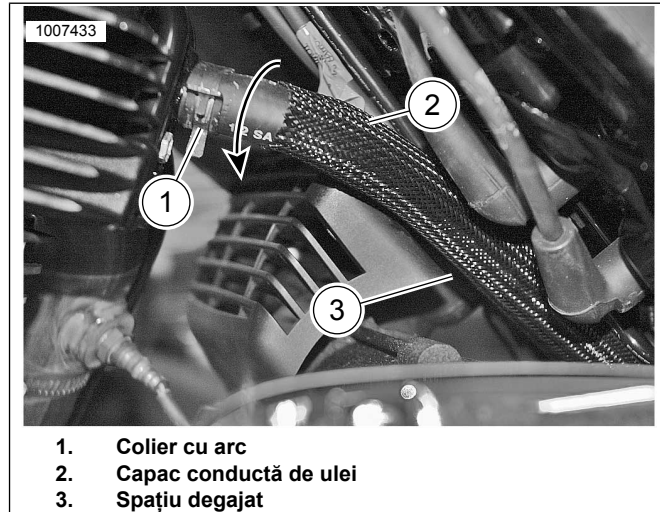

Figura 3. Capac conductă de ulei spate
- a. Consultați Figura 3. Repoziționați firul (firele) de priză, dacă este necesar.
- b. Eliberați clema cu arc superioară de la furtunul conductei de ulei (1) și scoateți furtunul conductei de ulei superioare numai din capăt.
- c. Scoateți clema cu arc superioară de la furtunul conductei de ulei (1) din furtun.
- d. Introduceți capacul peste furtunul conductei de ulei din spate (2). Poziționați capacul la 25,4 mm (1 in) de la clema cu arc superioară pe furtunul conductei de ulei din spate.
- f. Cu clema cu arc liberă, rotiți furtunul pentru a obține maximum de spațiu între carcasa ventilatorului și capacul furtunului conductei de ulei (3).